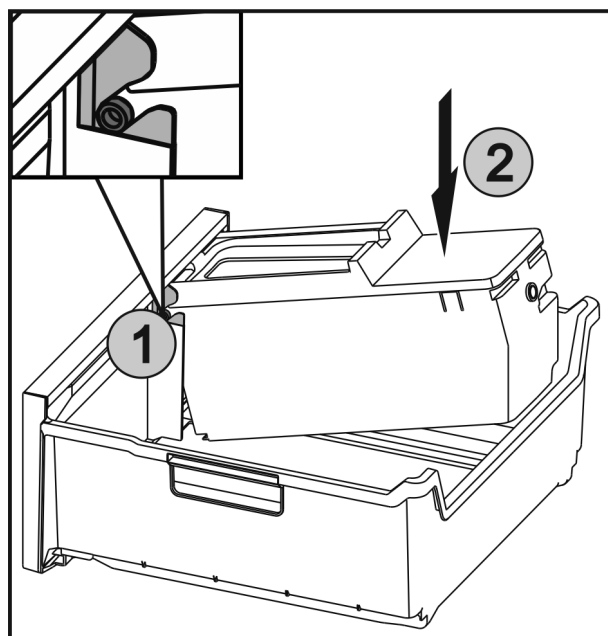

Fig. 50
- ▶ Zasuňte osi Fig. 50 (1) na EasyTwist-Ice do vedení a tlačte zadnú stranu Fig. 50 (2), kým spona nezapadne.